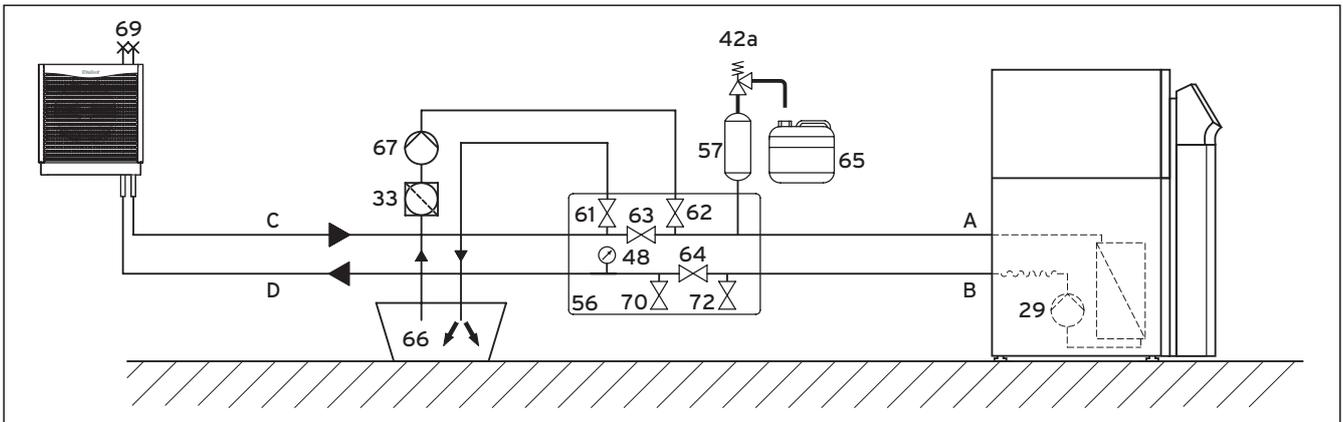

Abb. 6.4 Solekreis mit einer Außeneinheit und Wärmepumpen-Solebefüllstation
Legende zu Abb. 6.4 und 6.5
- Schließen Sie einen in die Soleflüssigkeit mündenden Schlauch an das Absperrventil (61) an.
- Öffnen Sie das Absperrventil (61).
- Füllen Sie die Soleflüssigkeit mit Hilfe der Befüllpumpe (67) aus dem Solebehälter (66) in den Solekreis.
- Öffnen Sie die Entlüftungsventile (69) der Außeneinheit(en).
- Starten Sie die Befüllpumpe (67), um den Solekreis befüllen.
- Lassen Sie die Befüllpumpe (67) laufen.
- Schließen Sie die Entlüftungsventile der Außeneinheit(en), sobald Soleflüssigkeit aus den Entlüftungsventilen (69) austritt.
- Öffnen Sie ggf. alle weiteren Absperrventile, die in → Abb. 6.4 und 6.5 nicht gezeigt sind.
- Öffnen und Schließen Sie die Entlüftungsventile (69) der Außeneinheit(en) in Zeitintervallen von 5 Minuten immer wieder kurzzeitig so lange, bis keine Luft mehr austritt.
- Öffnen Sie das Absperrventil (63), damit die Luft zwischen in der Rohrleitung zwischen den Absperrventilen (61) und (62) entweichen kann.
- Schließen Sie das Absperrventil (61).